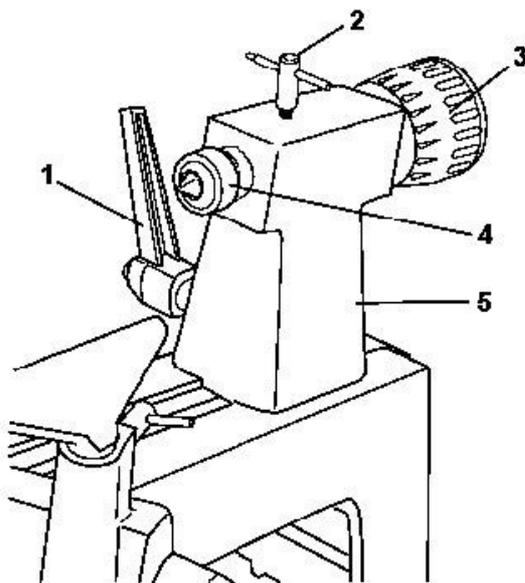

Abb. 11: Reitstock
Schritt 1: Verschieben Sie den Reitstock (Pos. 5, Abb. 11), indem Sie den Verriegelungshebel (Pos. 1, Abb. 11) lösen und den Reitstock in die gewünschte Position auf dem Bett schieben.
Schritt 2: Ziehen Sie den Verriegelungshebel (Pos. 1, Abb. 11) wieder an.
Schritt 3: Die Reitstockspindel (Pos. 4, Abb. 11) kann durch Lösen des Spindelverriegelungshebels
(Pos. 2, Abb. 11) und anschließendes Drehen des Handrades (Pos. 3, Abb. 11) bewegt werden. Wenn Sie das Handrad im Uhrzeigersinn drehen, fährt die Spindel aus, wenn Sie es gegen den Uhrzeigersinn drehen, fährt die Spindel ein. Verriegeln Sie den Reitstock-Verriegelungshebel (Pos. 1, Abb. 11) und den Spindelverriegelungshebel (Pos. 2, Abb. 11), bevor Sie die Drechselbank in Betrieb nehmen.